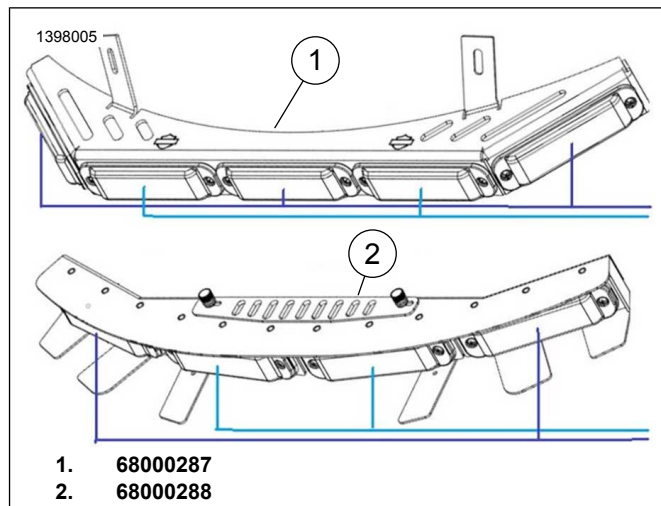

Figura 8. Configurazioni Light Head
Vedere la figura 8. per una rappresentazione visiva di queste configurazioni light head, che differiscono per 68000287 (1) e 68000288 (2).